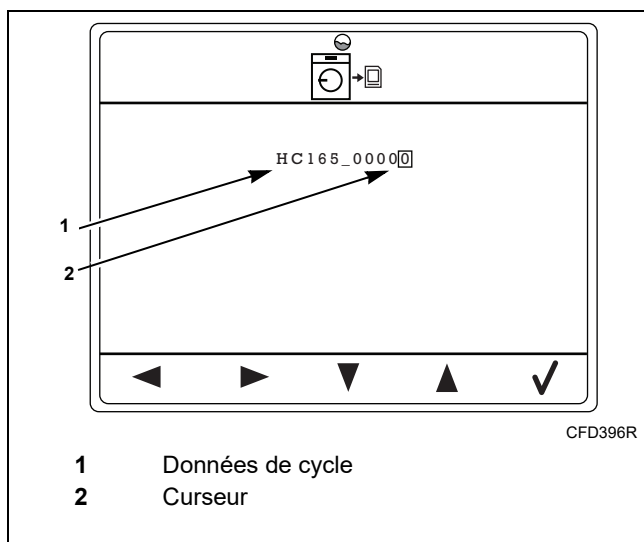

Figure 47
Les données de cycle s'affichent comme suit. Se reporter à la Figure 47. Le nom du fichier peut être modifié, le cas échéant.
1. Déplacer le curseur à l'aide des touches sous les icônes Gauche/droite pour sélectionner ou ajouter une lettre ou un chiffre. Se reporter à la Figure 47.
2. Changer les lettres et les chiffres à l'aide des touches sous les icônes Haut/bas. Se reporter à la Figure 47.
3. Appuyer sur la touche sous l'icône Le crochet pour sauvegarder les données sur la carte de données. Se reporter à la Figure 47.